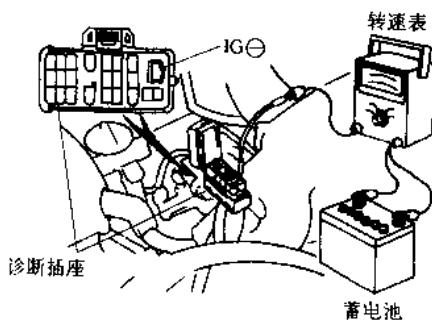

图 2-7 转速表的接法
- (1) 应使用蓄电池作电源。
- (2) 测转速时,应将转速表的测试笔接到诊断插座的IG $\ominus$ 插脚上(图2-7)。